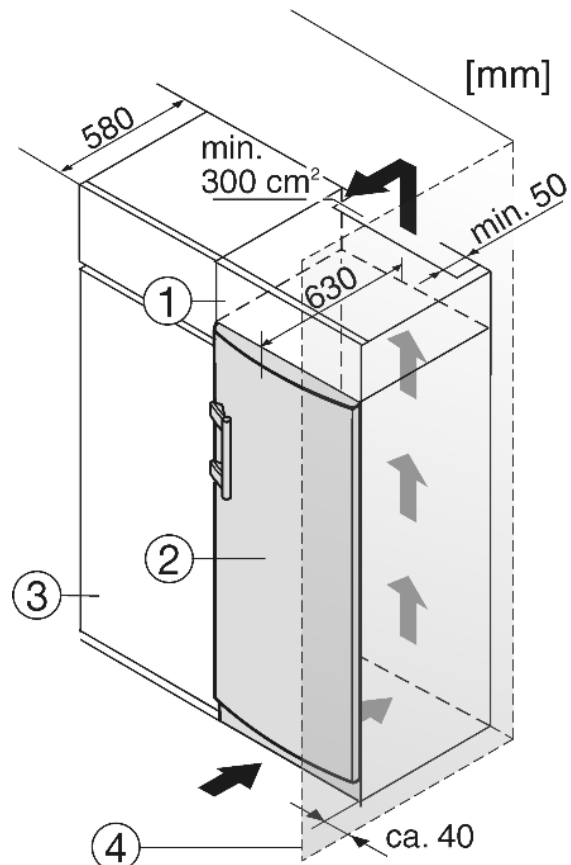

Fig. 8
- (1) Élément haut
(2) Appareil
- (3) Placard de cuisine
(4) Mur
L'appareil peut être entouré de meubles de cuisine. Pour adapter l'appareil Fig. 8 (2) à la hauteur des placards de la cuisine intégrée, on peut placer un élément haut Fig. 8 (1) au-dessus de l'appareil.
Lors de la transformation avec des placards de cuisine (profond. max. 580 mm) l'appareil peut être placé directement à côté du placard Fig. 8 (3). La porte de l'appareil saillit latéralement de 34 mm et au milieu de l'appareil de 50 mm par rapport à la face avant du placard de cuisine. Ainsi, elle se laisse ouvrir et fermer sans problèmes.
Si l'appareil est installé avec les charnières à côté d'un mur Fig. 8 (4), la distance entre l'appareil et le mur doit être de 40 mm min. Ceci correspond à la saillie de la poignée lorsque la porte est ouverte.